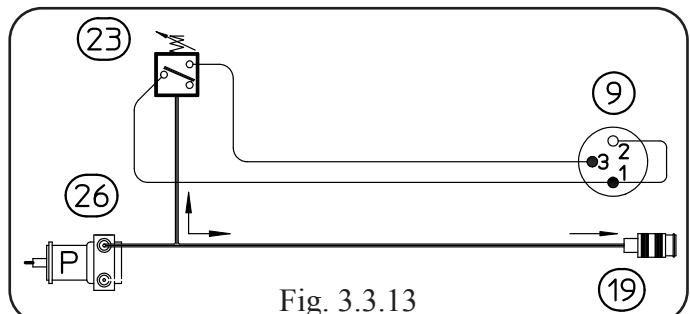

Fig. 3.3.13
All'accensione del generatore, la scheda pannello (48) verifica se il gruppo di raffreddamento è collegato, tramite il segnale fornito dal ponticello sui terminali 1 e 2 del connettore (9) sul gruppo di raffreddamento (Fig. 3.3.13).
- Terminali dei ventilatori (2) su gruppo di raffreddamento, tensione = 220 Vac, con gruppo di raffreddamento abilitato.
- Scollegare temporaneamente, con generatore spento, i fili dei ventilatori (2) dalla morsettiera e verificare resistenza fra i terminali dei ventilatori (2) (avvolgimento dei ventilatori (2)). Valore corretto = 750 ohm circa.
TEST PRESSOSTATO (23) (Fig. 3.3.13 e Mappa connettori par. 5.7).
- Scheda potenza (45), connettore J4, terminali 1(+) - 4(-) = 0 Vdc, con pompa (26) in funzione (contatto pressostato chiuso = pressione idonea); +24 Vdc, con generatore acceso e pompa (26) ferma (contatto pressostato aperto = pressione insufficiente).